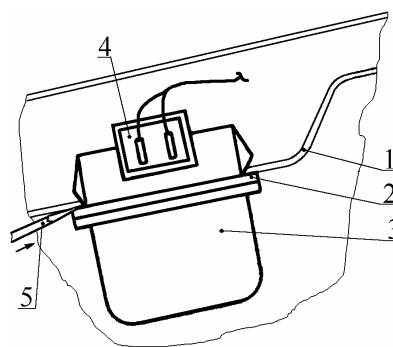

Рис. 56. Фонарь подкапотный:
15.6.1. Открыть капот и снять фонарь 3 (рис.56) подкапотный с прокладкой 2 с панели 1 капота внутренней, отжав отверткой 5 защелку плафона, как показано на рис. 56.